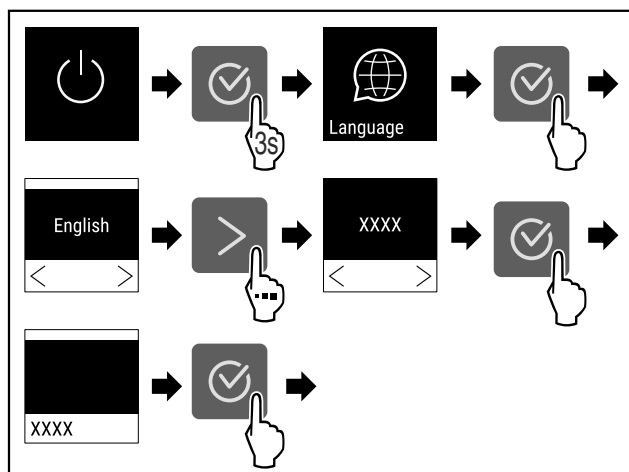

Fig. 52
- ▶ Suorita toimenpidevaiheet (katso Fig. 52).